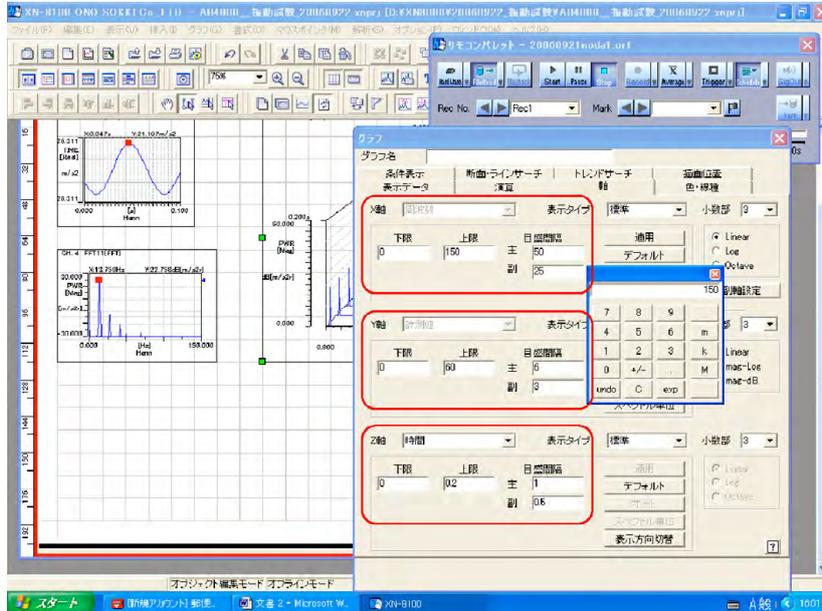

図4
9. 三次元グラフをクリックし、続けてダブルクリックし、〔グラフ〕プロパティを開きます(図4)
10. 〔グラフ〕プロパティの X、Y、Z 軸それぞれの上限、下限値を適切に設定します。マウスを入力窓に合わせクリックし数値を設定後 適合ボタンをクリックして設定値を確定してください。図4は設定例を示しています。